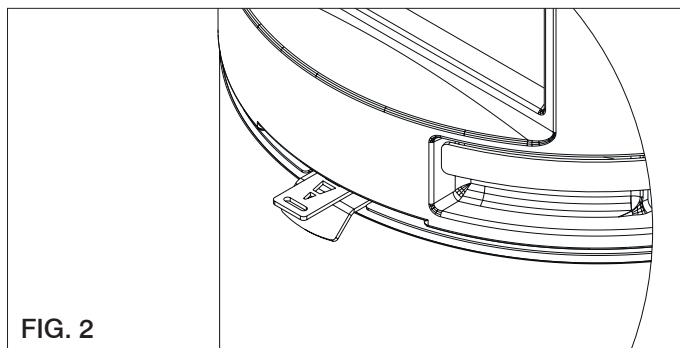

FIG. 2
**- Posizione Intermedia** (fig. 2)